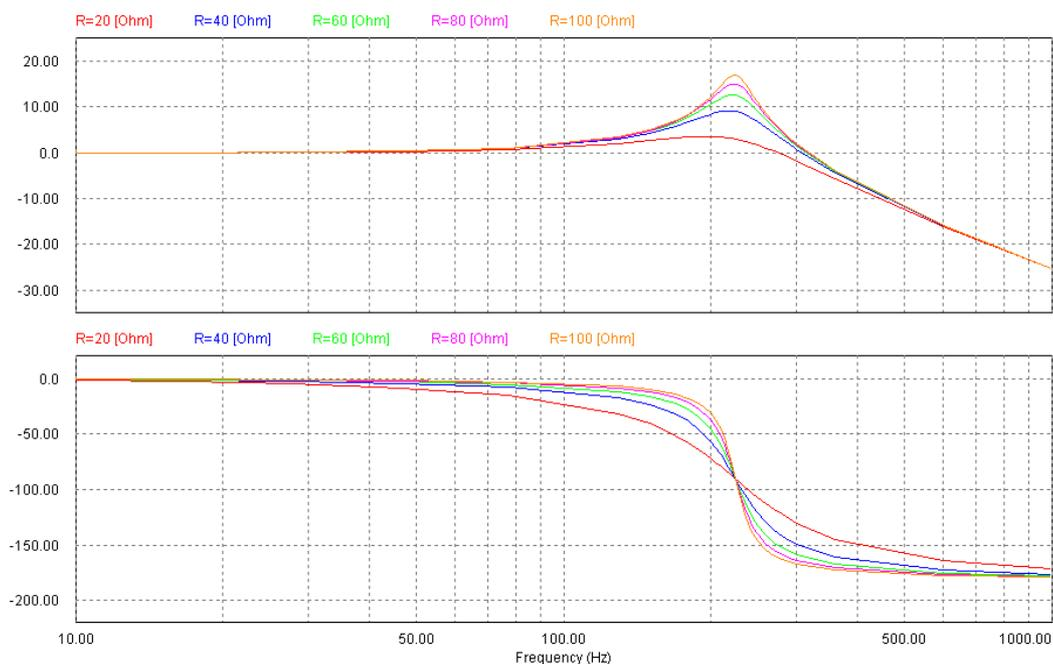

図 5. Simview AC 解析シミュレーション結果 3
3. また、図5には「PARAM SWEEP」ブロックを用いてRを20Ωから100Ωまで変化させたときのシミュレーション結果を示しています。Rの値を大きくしていくと、LCによって起こる共振のQ値が大きくなっていることが確認できます。